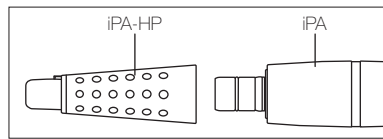

Fig. 4
- 3) Retirez l'insert de pièce à main (IPA-HP) du moteur (IPA). (Fig. 4)